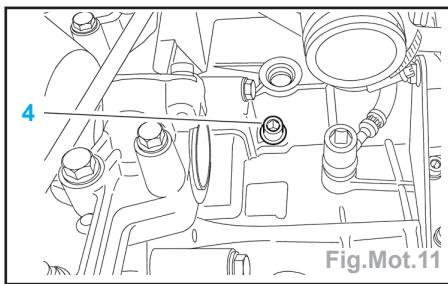

Fig.Mot.11
- Ouvrir la vis de purge (2) (sur le radiateur).
- Ouvrir la vis de purge (3) (sur le collecteur d'eau sortie de culasse).
- Déposer la vis de vidange (4) du carter-cylindre à l'arrière du moteur (côté tablier) (Fig.Mot.11).